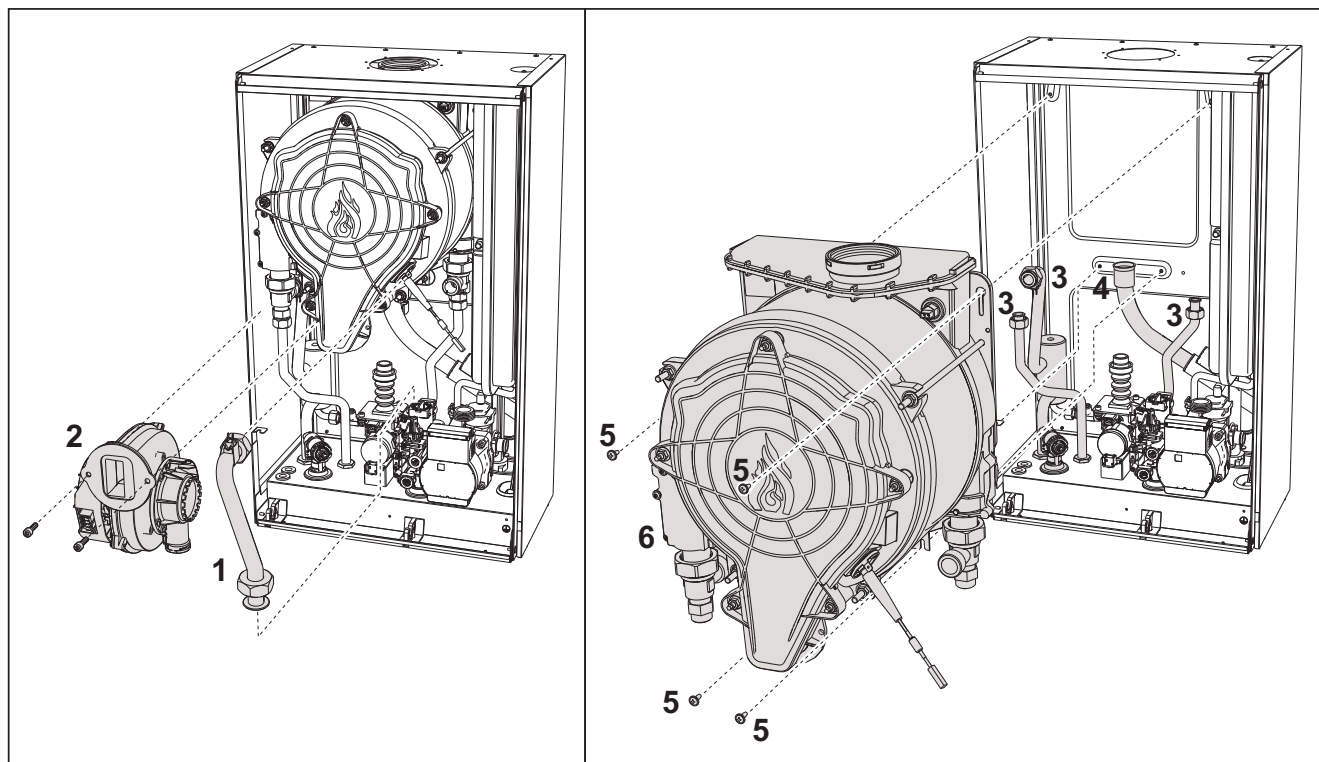

fig. 40- Intercambiador principal
- Extraiga los dos tornillos **superiores "5"** que fijan el intercambiador al bastidor (fig. 40).
- Afloje los dos tornillos **inferiores "5"** que fijan el intercambiador al bastidor (fig. 40).